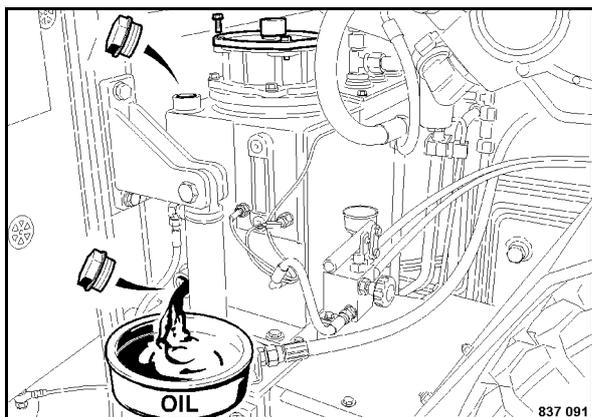

Fig. 208
- Svitare il tappo di riempimento (Fig. 208).